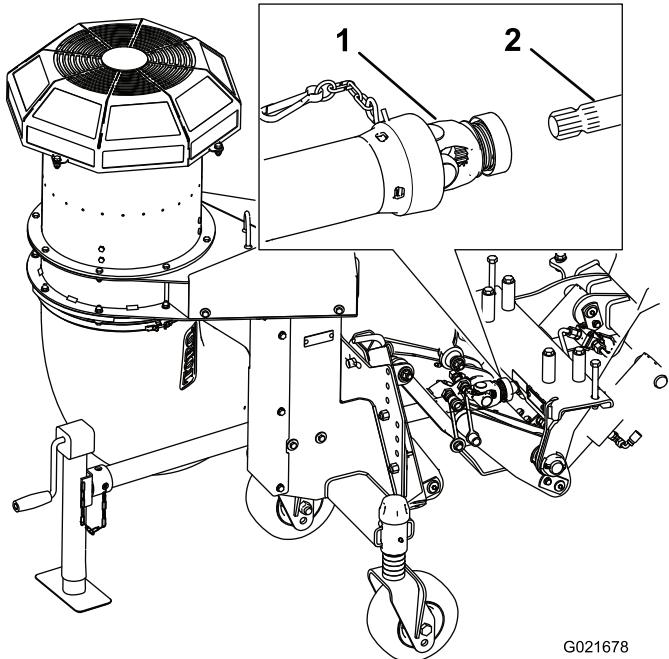

Figura 13
5. Conecte el árbol de transmisión al bastidor de acoplamiento rápido deslizando el acoplamiento rápido sobre el eje (Figura 13).
6. Conecte la cadena de seguridad al bastidor de acoplamiento rápido (Figura 13).